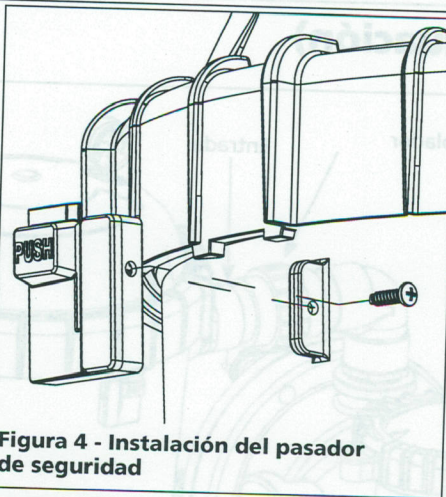

Figura 4 - Instalación del pasador de seguridad
- Posicione el filtro de modo que las conexiones de la tubería, las válvulas de control, el drenaje y el pasador de seguridad queden accesibles para el mantenimiento y el acondicionamiento invernal. Si es necesario, el pasador de seguridad puede moverse al lado opuesto del tanque del filtro, para facilitar el acceso (Ver la Figura 4).
Si es necesario, el pasador de seguridad puede moverse al lado opuesto del tanque del filtro, para facilitar el acceso (Ver la Figura 4).